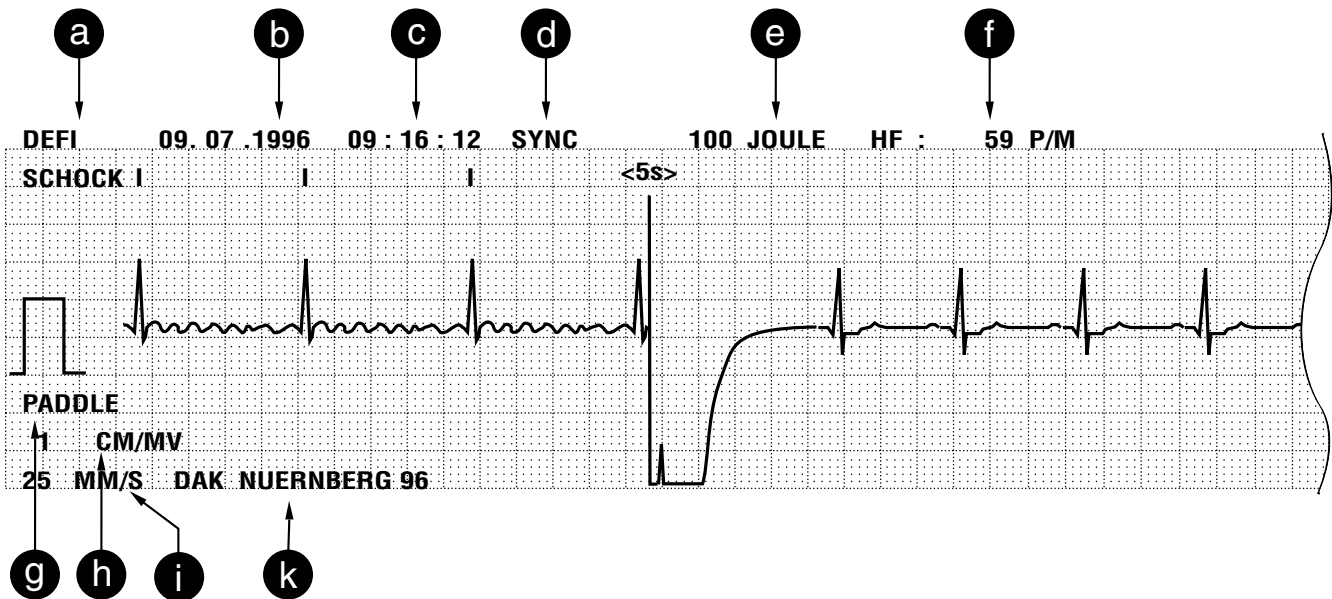

Bild 5-8. Registrierbeispiel einer durch den Defibrillationsimpuls ausgelösten Registrierung
- Nach dem Auslösen verstummt der Signalton und die tatsächlich in den Patienten abgegebene Energie wird für 10 s angezeigt (anstelle der gespeicherten Energie). Gleichzeitig registriert der Alarmschreiber ein 16-s-EKG mit 4 s Vorgeschichte (konfigurierbar, Bild 5-8). Außerdem wird das EKG gespeichert (4 s Vorgeschichte, 5 s ausgeblendet, 10 s nach Impulsabgabe). Die ausgeblendete Zeit wird auf der Registrierung mit einem Strich gekennzeichnet (Bild 5-8). Siehe Abschnitt 7. „Die Speicher des CardioServ“.